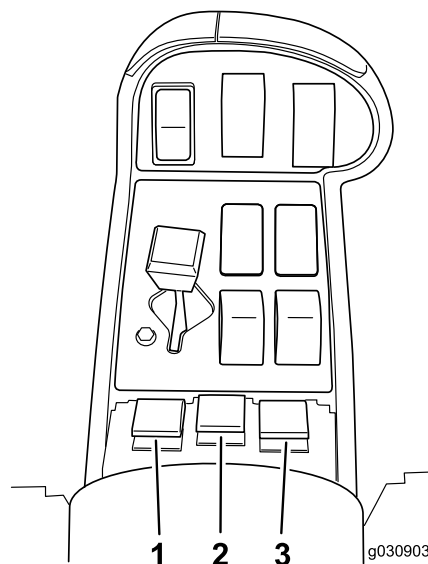

图13
- 将分段开关（位于座椅中间）移至ON（开启）位置（图13）。